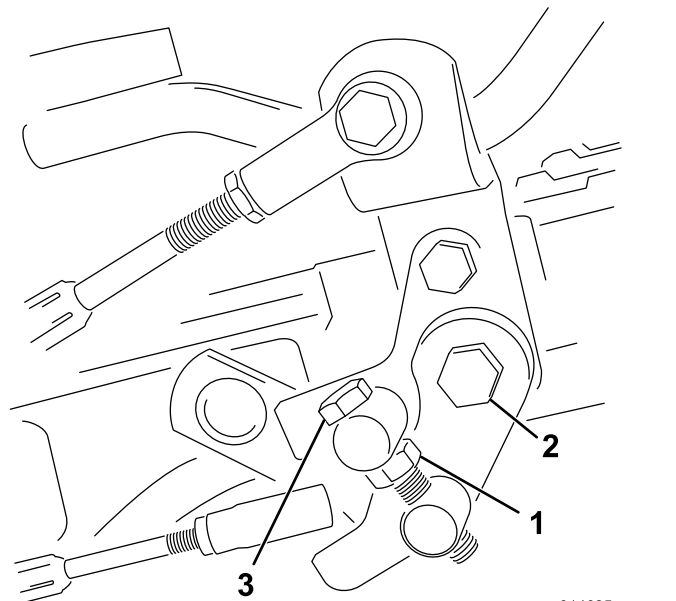

图49
1. 松开枢轴螺栓上的锁紧螺母（图49）。
4. 上紧枢轴螺栓上的锁紧螺母和踏板枢轴上的螺母，锁定调整（图49）。检查调整情况、并按需要调整。